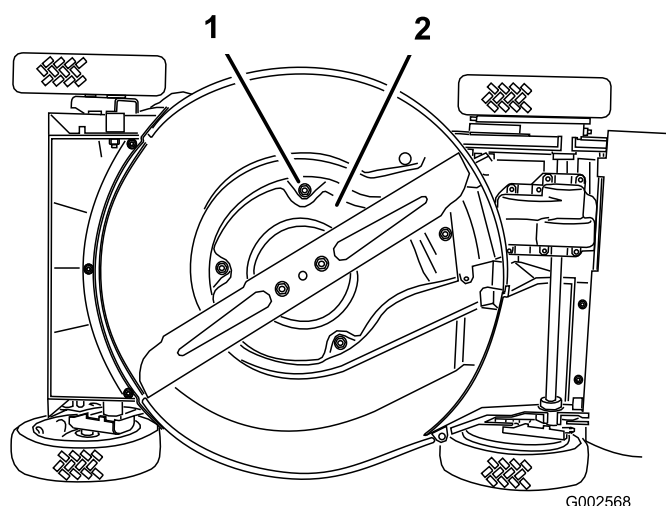

Figura 39
6. Retire los 4 tornillos que sujetan el protector (Figura 39).